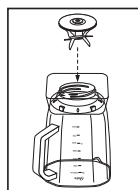

Fig. 16
3. Coloque a lâmina com o anel de vedação de cabeça para baixo e em seguida coloque-a na parte inferior de jarra (Fig. 16).